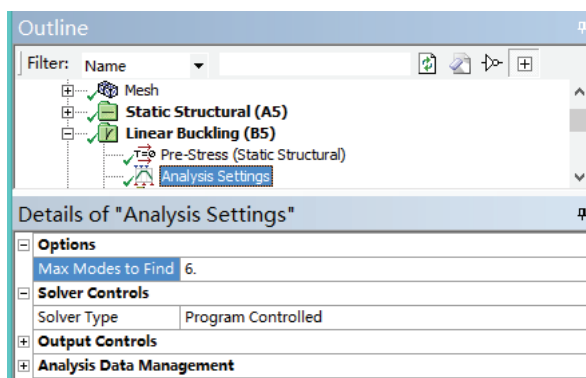

图 9-12 设置线性屈曲分析求解
1) 单击 B5 中的 Analysis Settings, 在细节窗口中设置 Max Modes to Find 为 6, 如图 9-12 所示。